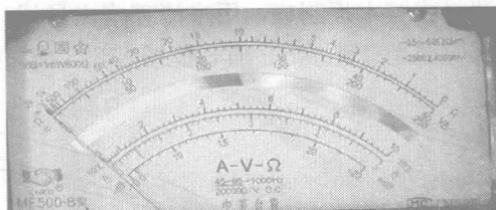

图1-4 刻度盘
答 (1) 使用前的准备。使用前先要调整机械零点,把万用表水平放置好,看表针是否能指在电压刻度(见图1-4)零点,如不指零,则应轻轻地旋转机械调零螺钉,使表针准确指在零位。